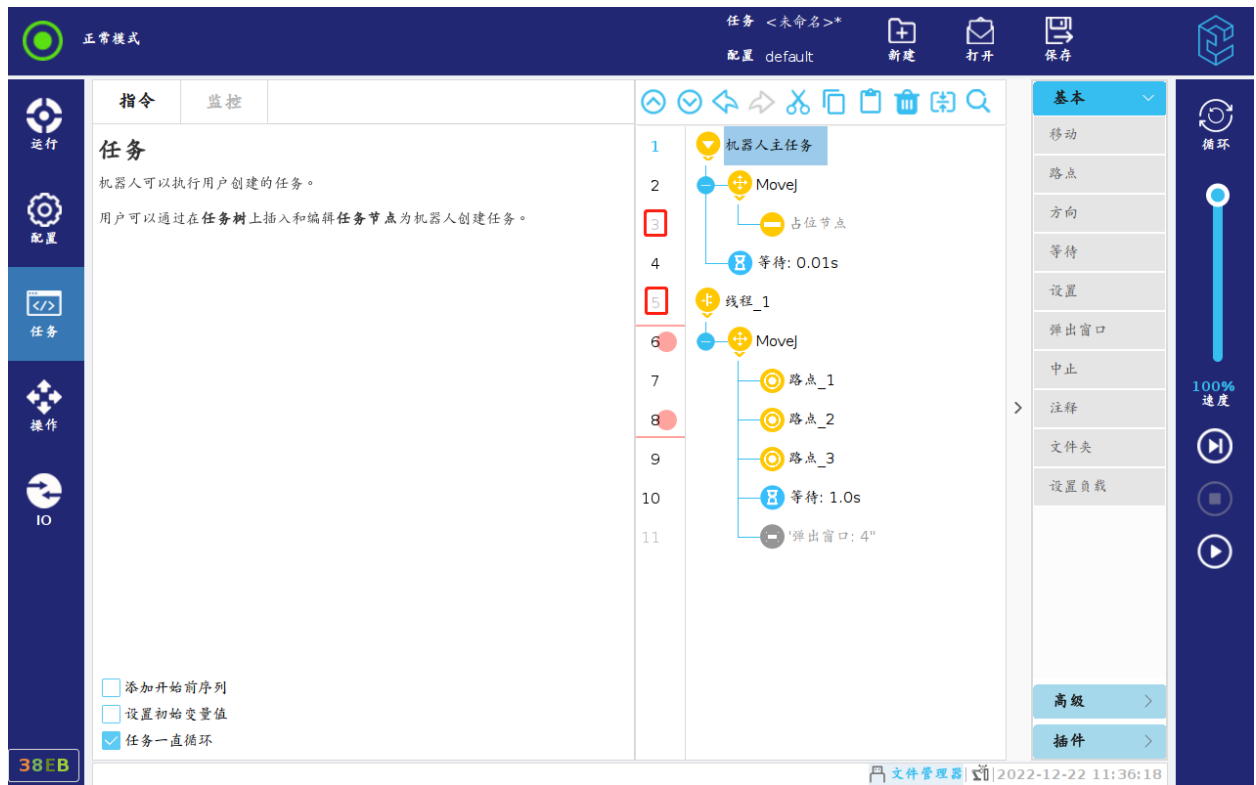

图 12-39 断点
- 选中这类节点，则节点的行号为淡蓝色，如图 12-39 中的行号“5”所示；
- 未选中这类节点，则节点的行号为淡灰色，如图 12-39 中的行号“3”所示。